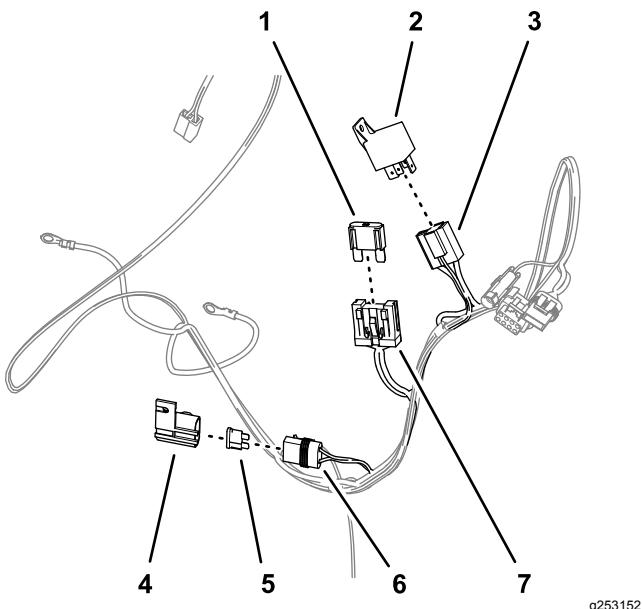

Figura 5
1. Insira o fusível maxi (60 A) no porta-fusíveis grande de duas ranhuras, na cablagem da alimentação (Figura 5).
2. Retire a tampa do porta-fusíveis pequeno (Figura 5).
3. Insira o fusível (10 A) no porta-fusíveis e coloque a tampa (Figura 5).
4. Insira o solenoíde no conector de quatro ranhuras (Figura 5).